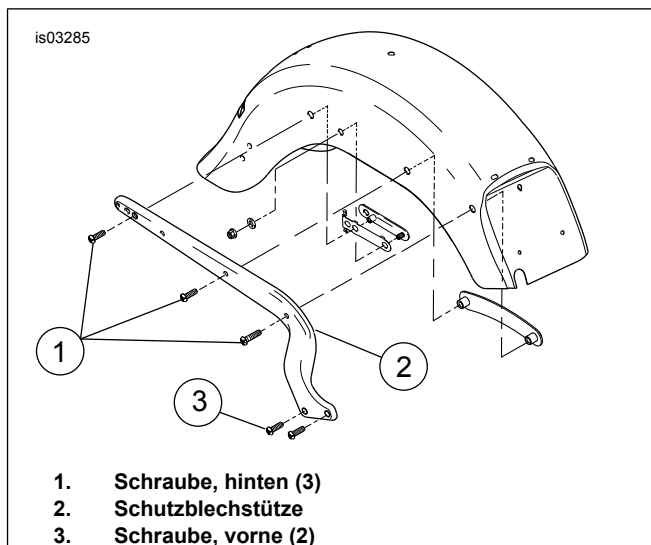

Abbildung 5. Schutzblechstützenschrauben und Schutzblechstütze
- Siehe Abbildung 5. Die drei hinteren Schrauben (1) von der Schutzblechstütze (2) entfernen.
- Die zwei vorderen Schrauben (3) an der Schutzblechstütze lockern aber nicht entfernen.
1. Siehe Abbildung 5. Eine der hinteren Schrauben (1) einbauen, um die Schutzblechstütze während der Kabelverlegung in der Einbaustellung zu halten. Die Schraube von Hand anziehen aber noch nicht fest anziehen.